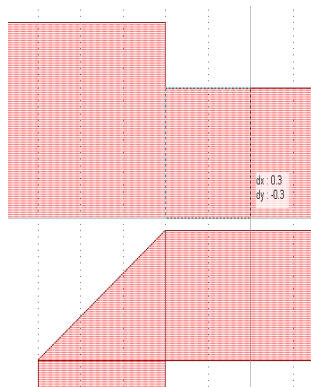

Рис. 7.41
- Щёлкните по значку **Rectangle** на панели инструментов и создайте прямоугольную перемычку на левом конце одного из проводников, расположенного на верхнем слое. Ширину и длину перемычки сделайте равными 0.3 мм (рис. 7.41).